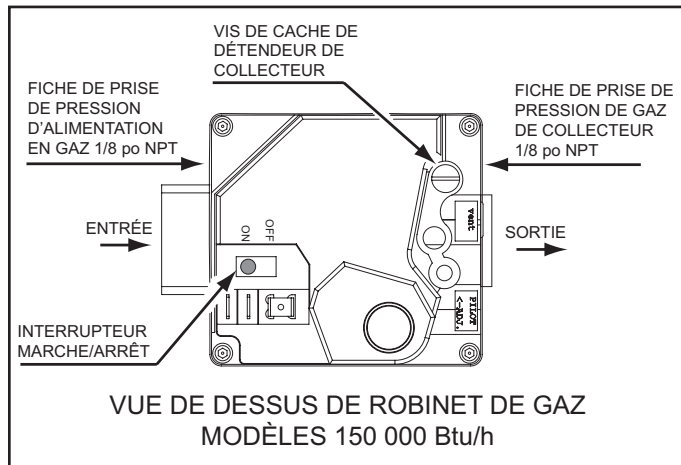
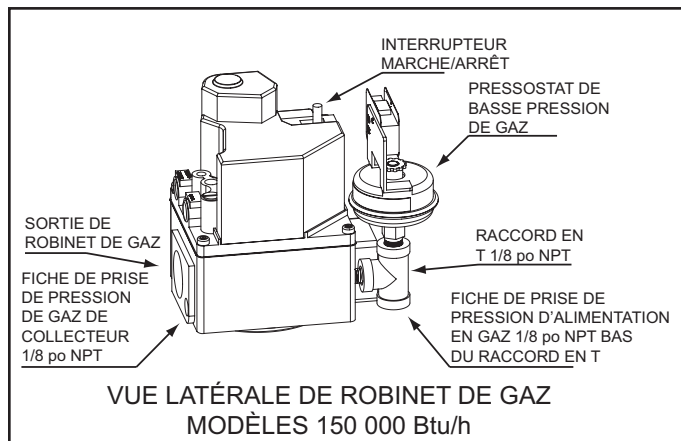

Figure 57
Figure 58
Sur les modèles 150, il y a un raccord en T 1/8 po NPT et un mamelon de tuyau installés pour le commutateur de gaz basse pression sur l'arrivée du robinet de gaz de 24 volts avec une fiche 1/8 po NPT à cet effet. Retirer le bouchon de tuyau de 1/8 po du bas du raccord en T et installer un raccord cannelé pour connecter le tube de détection du manomètre, voir la Figure 58 à la page 53.
Modèles 150 : retirer le bouchon de tuyau de 1/8 po du corps du robinet de gaz sur le côté sortie et installer un raccord cannelé pour le tube de détection du manomètre, voir la Figure 57 à la page 53.
1. Modèles 150 : mettre le commutateur on/off [marche/arrêt] sur le robinet de gaz en position ON, voir les Figure 57 et Figure 58.
2. Retirer la vis du couvercle du régulateur de pression de gaz de collecteur, voir la Figure 57 à la page 53.